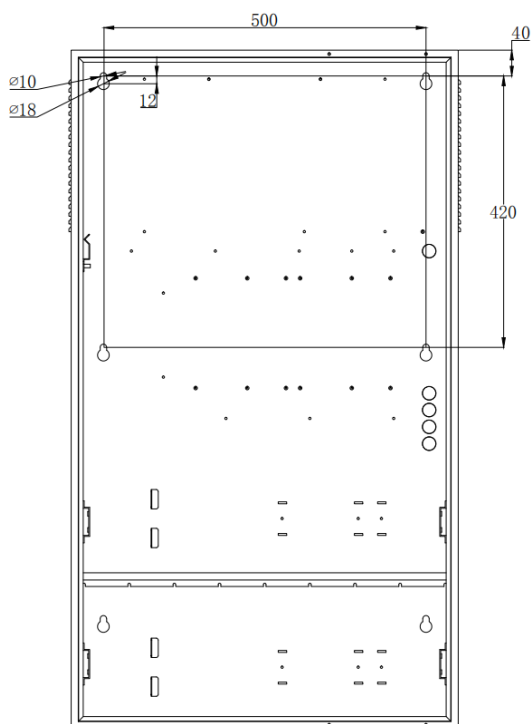

图 28
**安装方式:** 采用壁挂式安装，安装尺寸如图 28 所示。